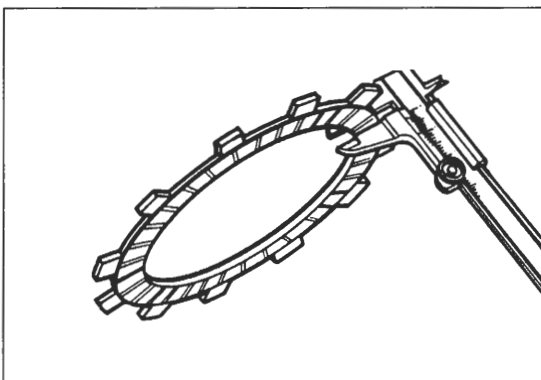

Bild 132 ◀
- Stahlscheiben auf Richtplatte mit Fühlerlehre auf Verzug prüfen (Bild 132). Verschleissgrenze 0,10 mm. Scheiben immer im Satz auswechseln.